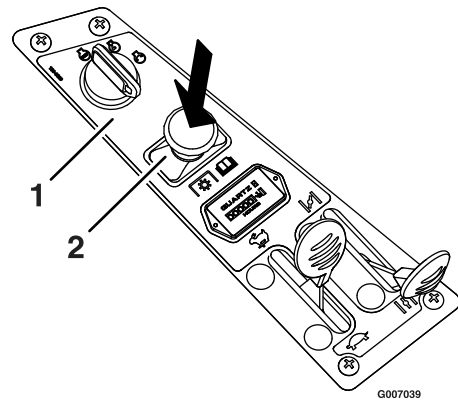

Bild 13
Stellen Sie den Gasbedienungshebel in die mittlere Stellung. Drücken Sie den Zapfwellenantriebsschalter in die Aus-Stellung, um die Messer auszukuppeln (Bild 13).
2. Kuppeln Sie die Messer aus, indem Sie den Zapfwellenantriebsschalter in die Aus-Stellung stellen (Bild 13).